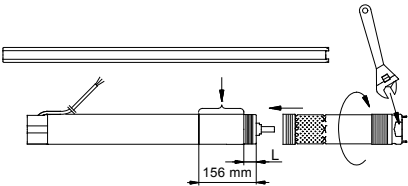

Fig. 6
1. Placera motorn horisontellt i ett skruvst d och sp nn fast den, se fig. 6.
OBS: Pumpaxeln m ste kugga i motoraxeln. En skiftnyckel kan anv ndas p  pumpdelens sp nnnytor, se fig. 6.